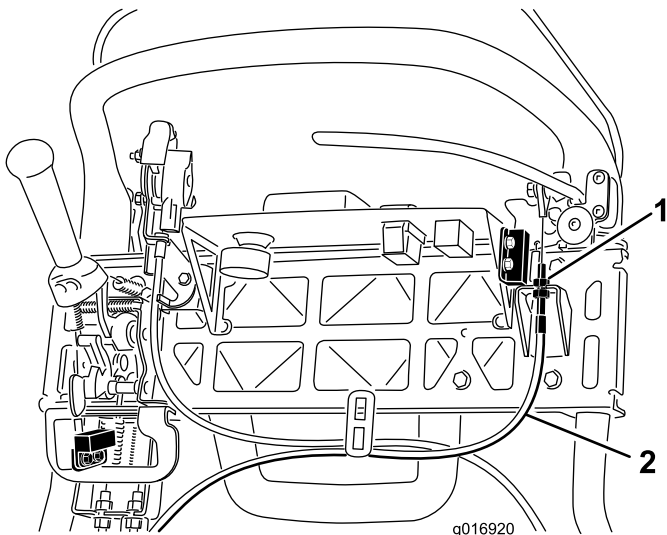

图40
3. 要增加拉线的张力，请拧松上部拉线锁紧螺母并拧紧下部拉线锁紧螺母(图40)，直至为了松开手刹锁定装置，需要对刹车制动杆手柄施加 156N 的力。切勿调整过度，或致使刹车带拖磨。